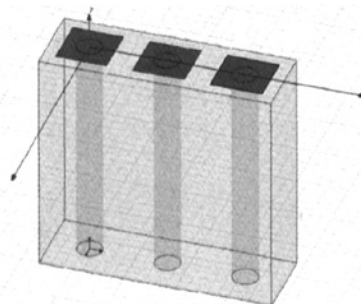

图1 设置耦合电容的滤波器模型
(3)建立滤波器模型。注意输入坐标值时不要移动鼠标,用Tab键切换,输入相应尺寸,按Enter键结束坐标输入。根据设置滤波器模型如下图1所示。